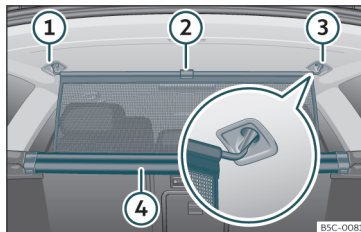

Fig. 131 En el maletero: enganchar la red de separación.
- Tire hacia arriba de la lengüeta >>> fig. 131 ② para sacar la red de la carcasa ④.
- Enganche la red de separación en el lado derecho o izquierdo ③ (imagen ampliada).
- Enganche la red de separación en el alojamiento del otro lado ① estirando la barra.